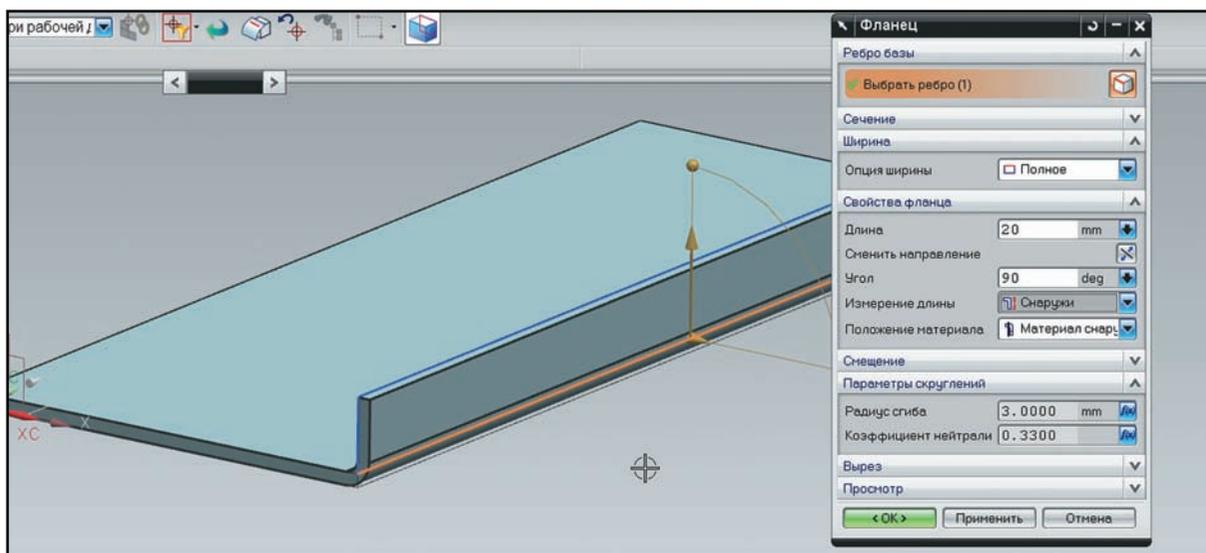

Рисунок 5.4. Создание фланца
- Нажмите **ОК** для завершения построения фланца (рис. 5.4).